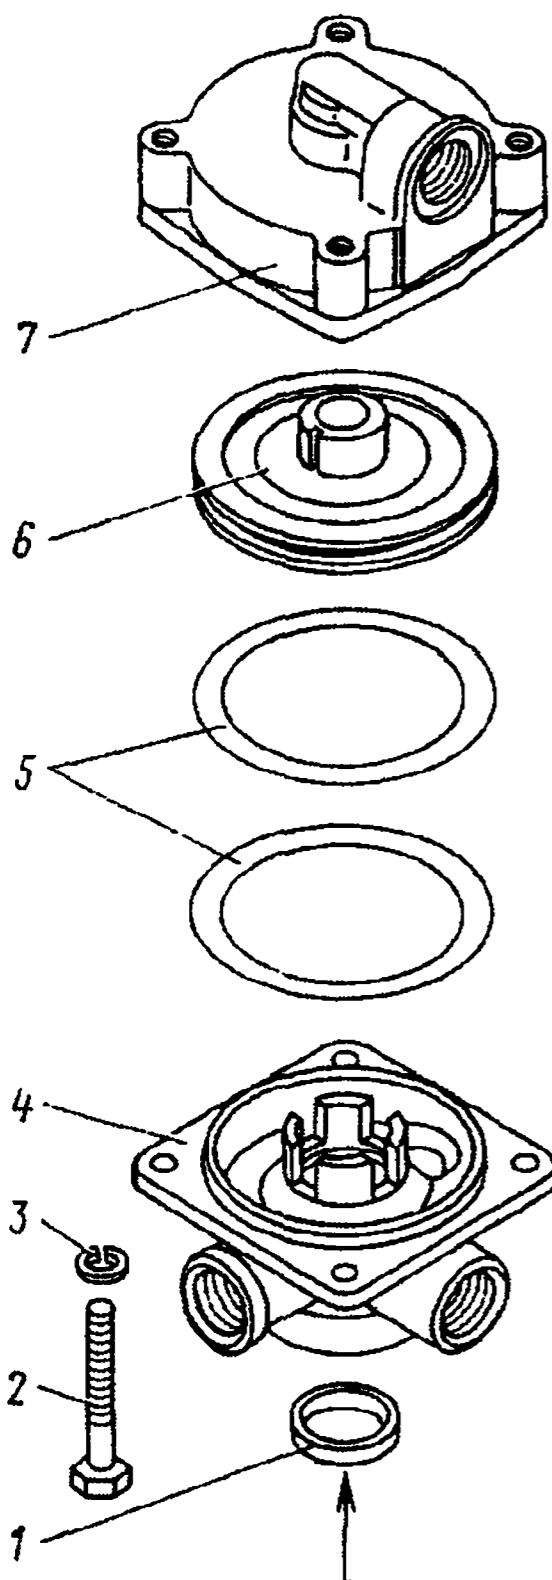

Рис. 313. Клапан ускорительный:
2. Выверните болты 2 (рис. 313) с шайбами 3 крепления верхнего корпуса 7 с нижним корпусом 4, снимите верхний корпус с тисков	Специальные пассатижи И801.23.000-01